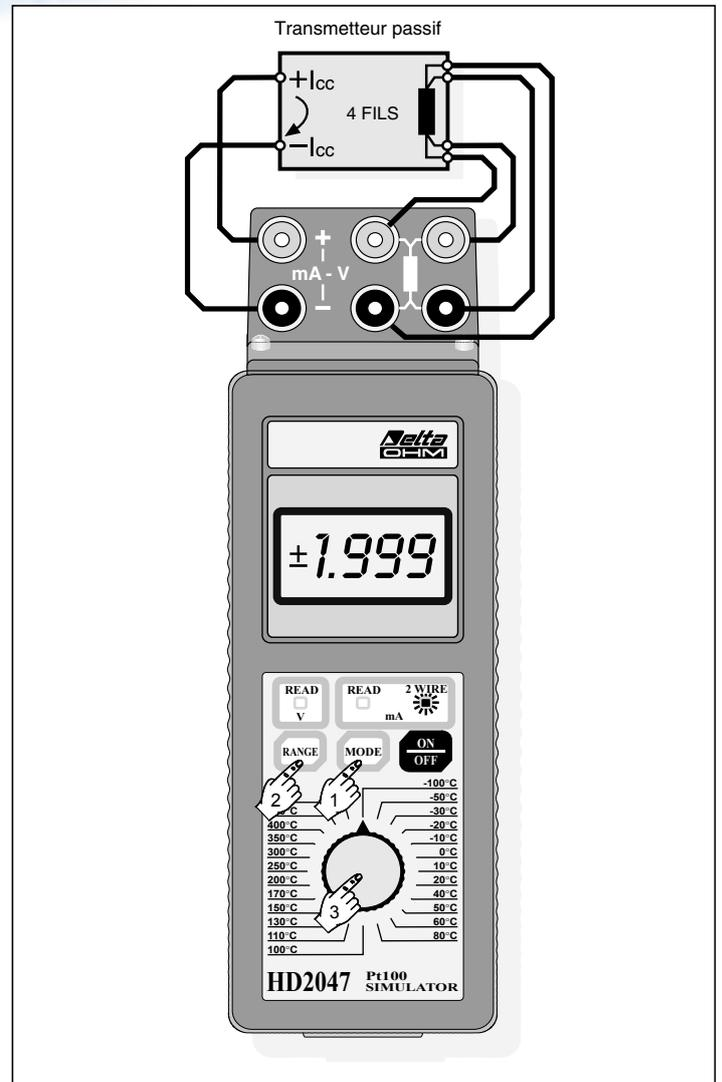

Fig. 3 Contrôle d'un transmetteur passif avec entrée Pt100
Procédure (voir fig.3):
- effectuer le raccordement conformément aux figures 3, 4 ou 5 suivant le nombre de fils;